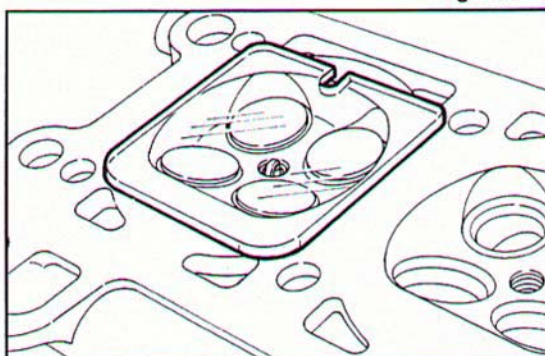

Fig. 205 ▼
- ungere il bordo della camera di scoppio con del grasso e appoggiarvi il piano in plexiglas per sigillare la camera (Fig. 205);
- put some grease on the edge of the combustion chamber and put the Plexiglas plate on it to seal the chamber (Fig. 205);